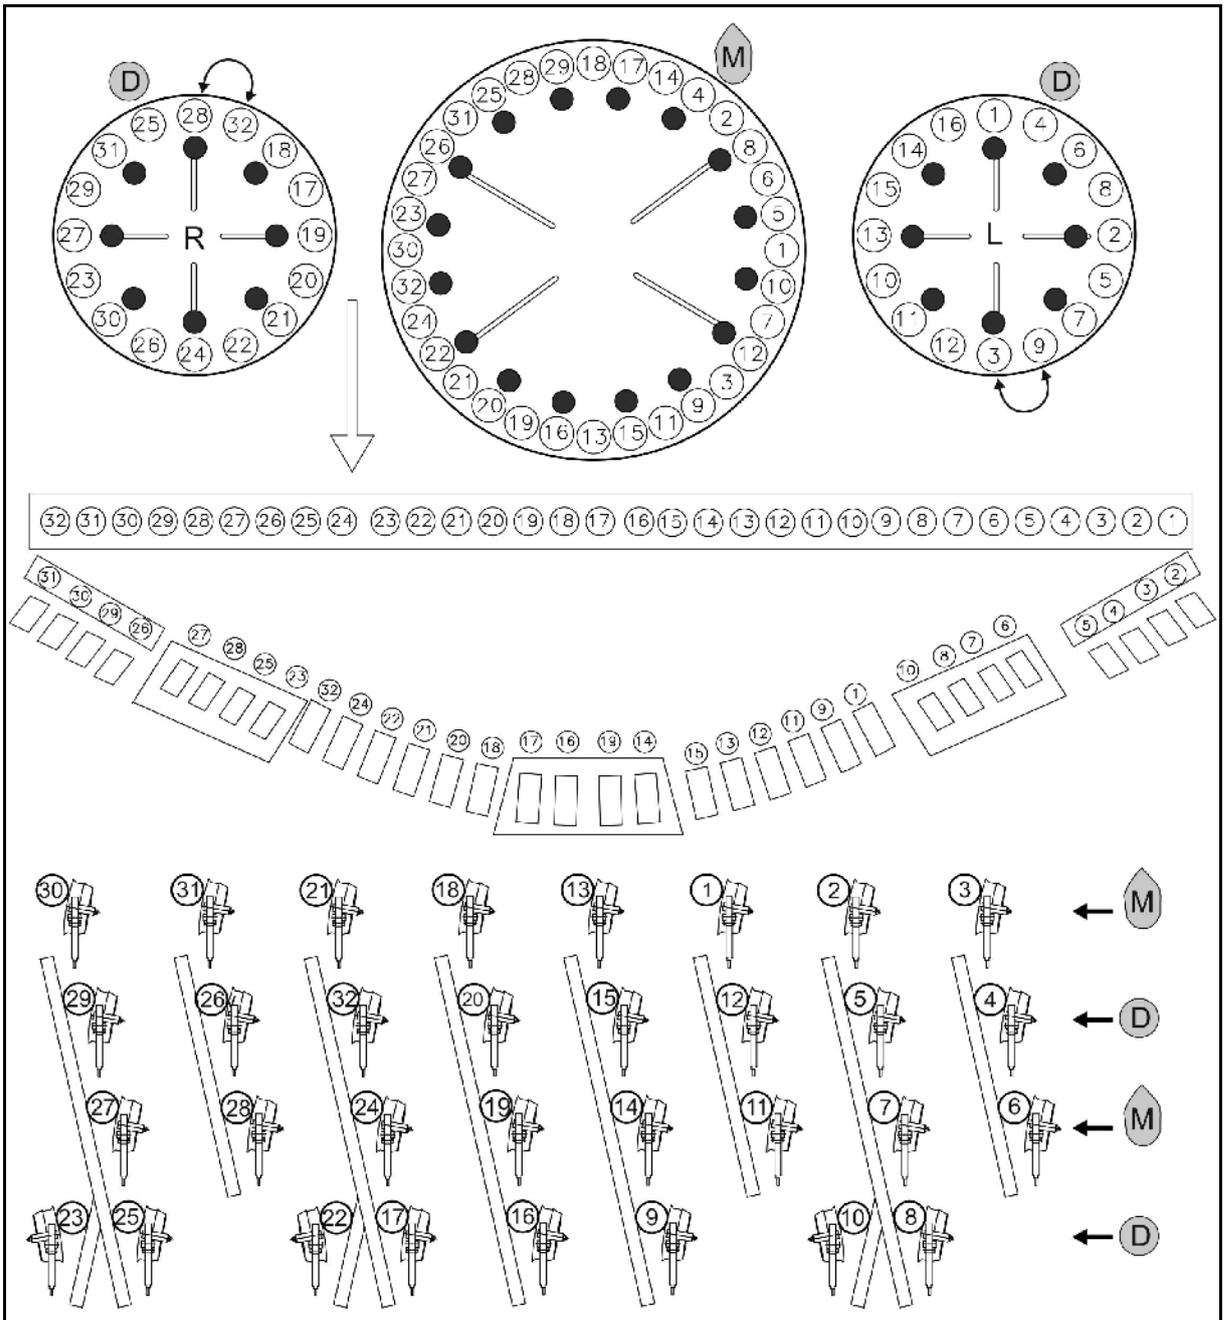

Fig. 52
- Maíz M: Montar los tapones de cierre  correctamente Fig. 52.
- Abono D: Montar los tapones de cierre  correctamente Fig. 52.